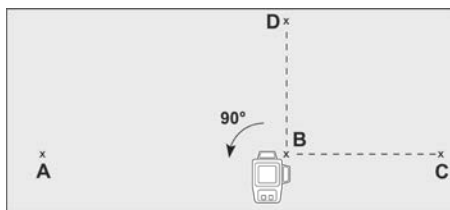

Рисунок 11
3.7.5 На відстані мінімум 5 метрів від приладу позначте на лінії, яка спроектована переднім вертикальним променем, точку «D» (дивіться рисунок 11).